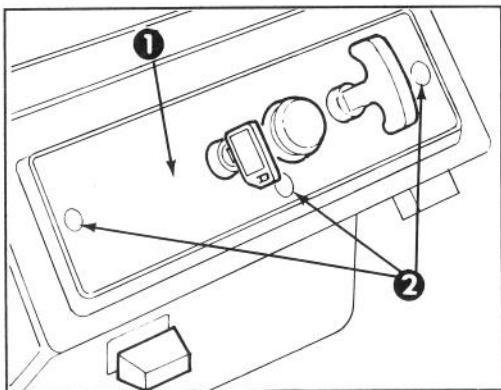

Fig. 15
SOSTITUZIONE DELLA CANDELA — (Fig. 15, 16 e 17)
1. RIMUOVETE IL QUADRO DI COMANDO (Fig. 15) — Togliete le 3 viti che fissano il quadro di comando alle stegole. Togliete la chiavetta d'accensione e sfilate il quadro di comando, lasciando che pendga appeso alla cordicella di avviamento.